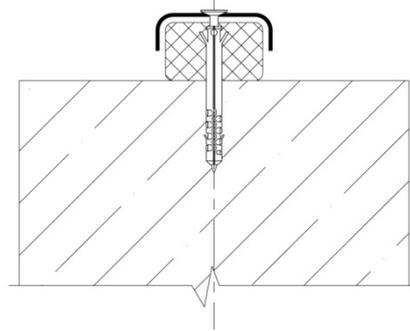

Рисунок 4
- Монтаж сітки виконують таким чином, щоб шнур було закріплено дюбелями до поверхні бетону разом з сіткою (Рисунок 4)